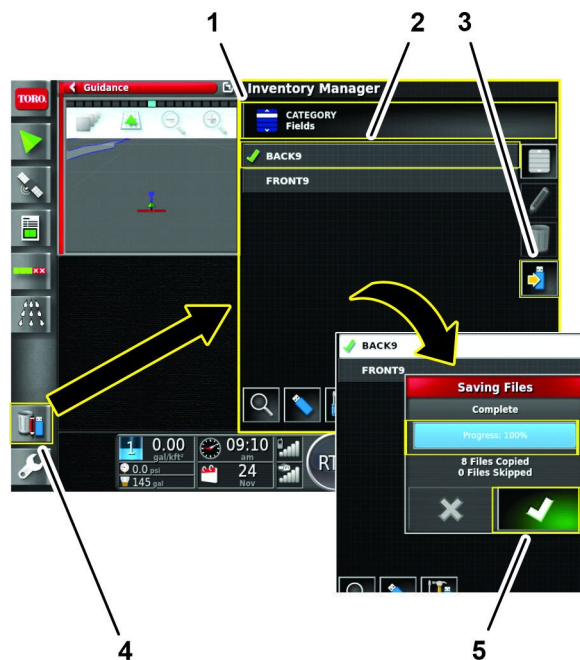

Figura 70
2. Premete l'icona SISTEMA DI GESTIONE DELL'INVENTARIO, premete l'icona TIPO DI CATEGORIA (Figura 70).
4. Premete l'icona CAMPO per i confini che andate a fondere sulla macchina n. 1, premete l'icona SALVA SELEZIONE SU USB e premete l'icona Conferma (Figura 70).